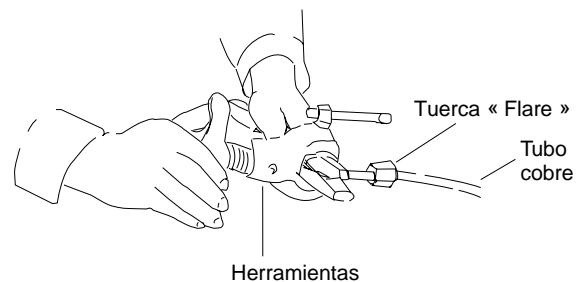

Fig. 7-3
4. Abocarde el extremo del tubo de cobre con ayuda de una mandrilladora (Fig. 7-3)